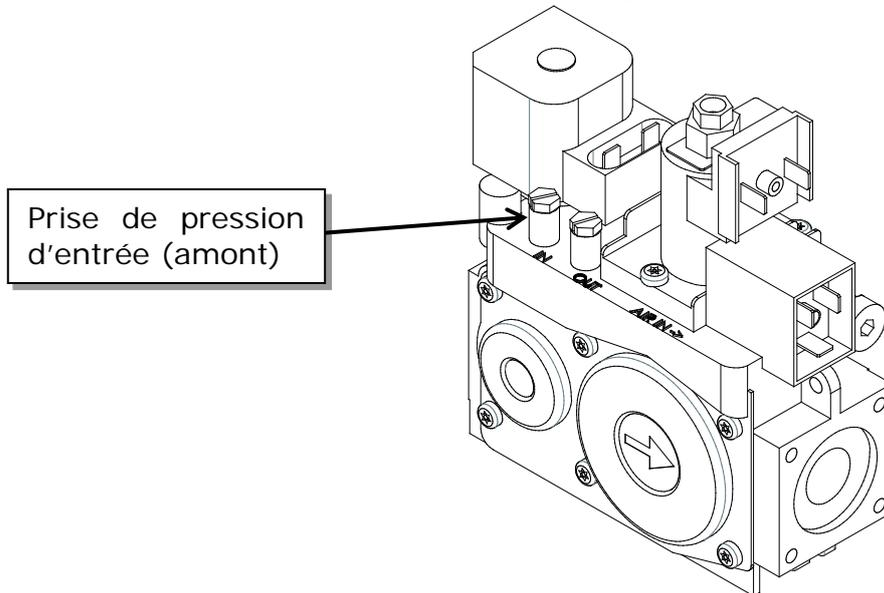

Fig. 4-4 Prise de pression d'entrée (amont)
- 5) S'assurer de l'alimentation en gaz en mesurant la pression (brûleur éteint puis en dynamique) à l'entrée de l'électrovanne (Fig. 4-4).